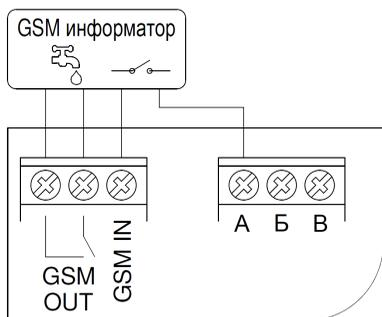

Рисунок 7. Подключение GSM-информатора.
- **GSM-информатор** подключать, как показано на рис. 7 (более подробно смотри руководство по эксплуатации на GSM-информатор).